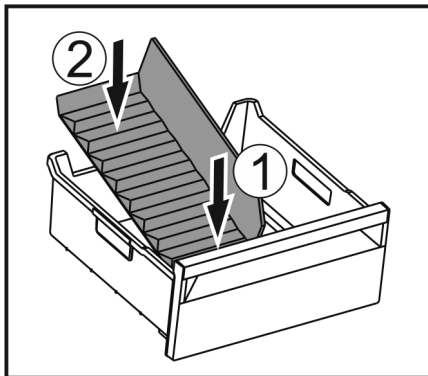

Fig. 49
- ▶ Insertar el separador primero por delante Fig. 49 (1).
- ▶ Bajar la parte trasera Fig. 49 (2).